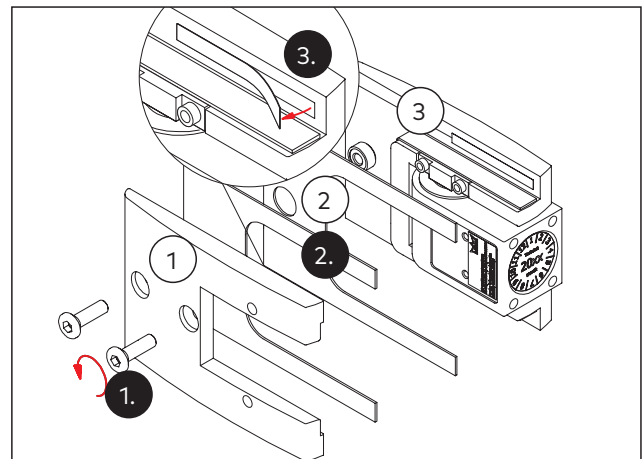

Abb. 22 Vorbereitung des Pendeltürbands
1. Die Gegenplatte (Abb. 22/1) abschrauben.
2. Die passenden Zwischenlagen (Abb. 22/2) nach der Glasdicke auswählen (siehe Kapitel 4.1).
3. Die Schutzfolien der Klebestreifen auf der Trage- und der Gegenplatte (Abb. 22/1 und Abb. 22/3) abziehen.